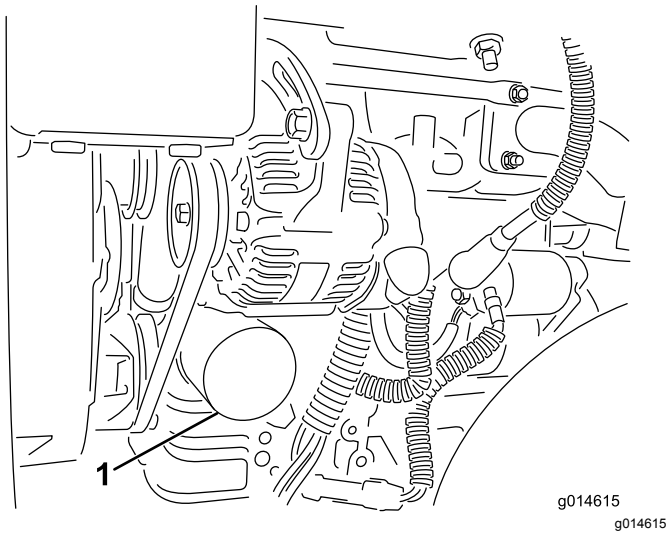

图44
2. 拆下机油滤芯 图44。在新的滤芯垫片上涂上薄薄一层干净油。